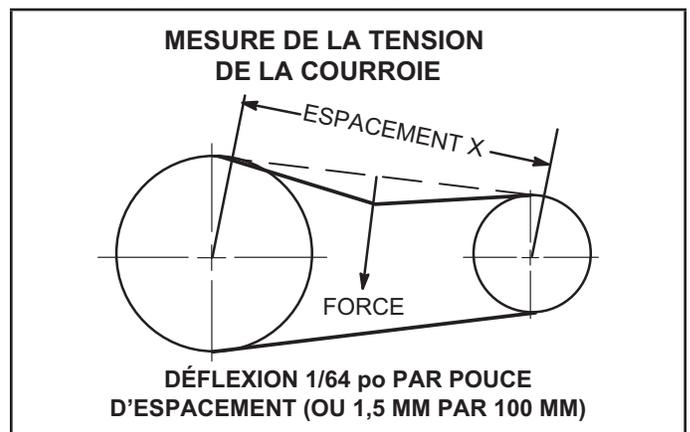

FIGURE 25
- 1 - Mesurer l'espacement X . Voir FIGURE 25.
- 2 - Appliquer une force perpendiculaire au centre de l'espacement (X) avec une pression suffisante pour faire fléchir la courroie de 1/64 po par pouce d'espacement ou 1,5 mm par 100 mm d'espacement.